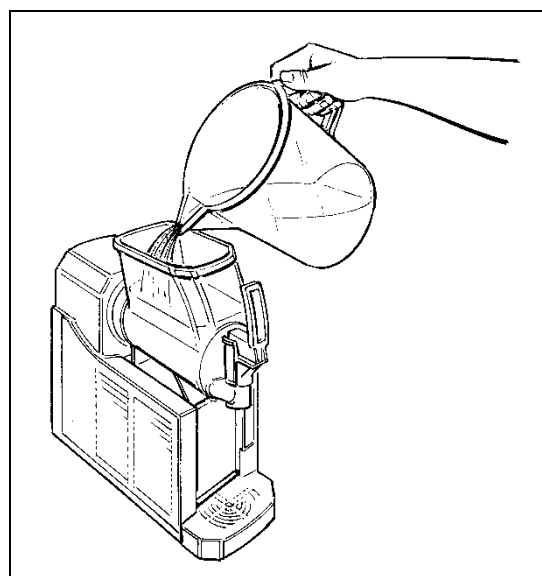

Fig. 22
- Verser le produit obtenu dans le bac (voir fig.22).